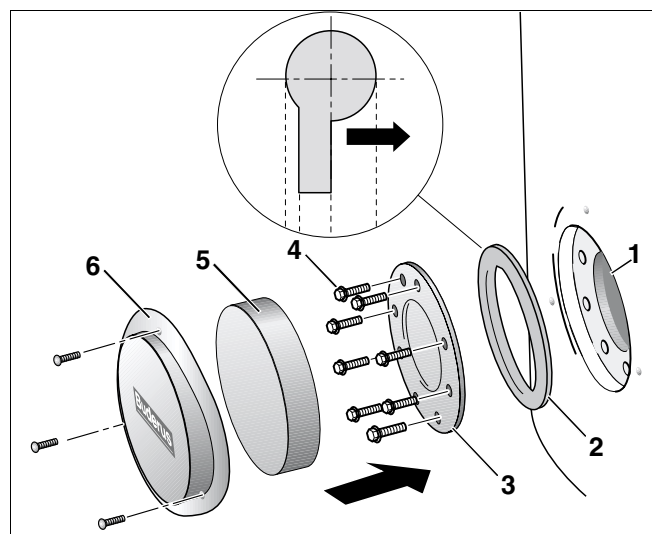

Fig. 13 Montaggio dell'apertura per la pulizia
- Inserire una nuova guarnizione per il coperchio di ispezione (fig. 13, **pos. 2**) nell'apertura per la pulizia (fig. 13, **pos. 1**). Nell'operazione fare attenzione alla giusta direzione di inserimento della guarnizione del coperchio per l'ispezione: La dicitura impressa "lato coperchio" deve essere orientata verso il coperchio.
- Avvitare a fondo le viti esagonali (fig. 13, **pos. 4**) nel coperchio per l'ispezione (fig. 13, **pos. 3**).
- Riapplicare l'elemento circolare di protezione termica (fig. 13, **pos. 5**) e rimontare la copertura del coperchio per ispezione (fig. 13, **pos. 6**).